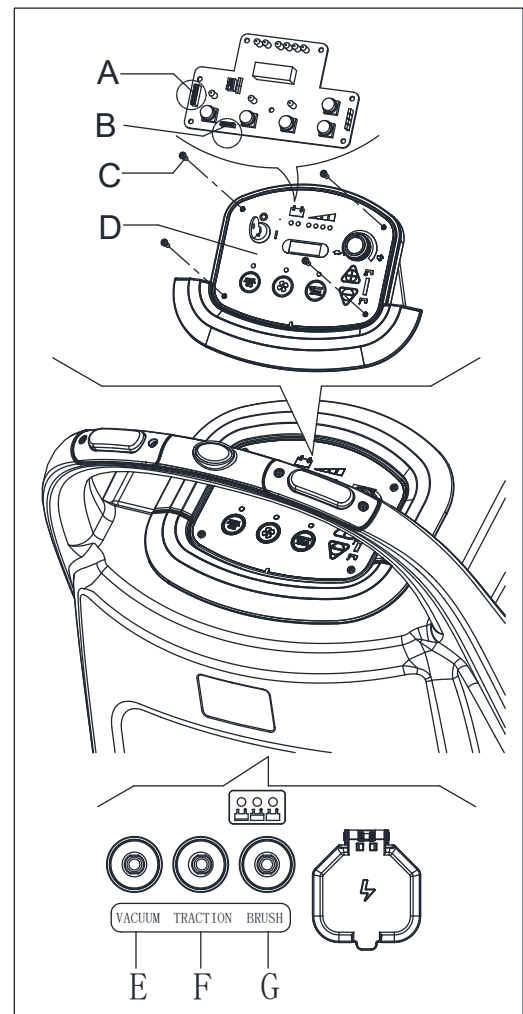

Figura 24
3. Rimuovere le viti (C, Figura 24) del pannello di controllo (D), quindi aprire il PCB per trovare il fusibile (A, B, Figura 24).